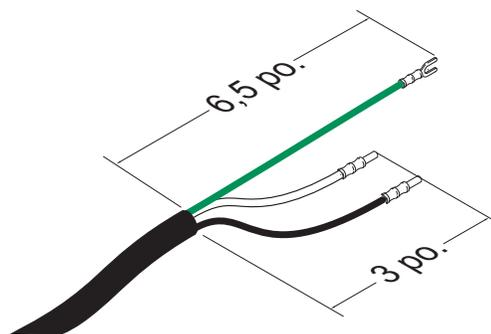

FIG. 5 : Cordon d'alimentation
- Ajouter au besoin des embouts de fil. Voir la FIG. 5.